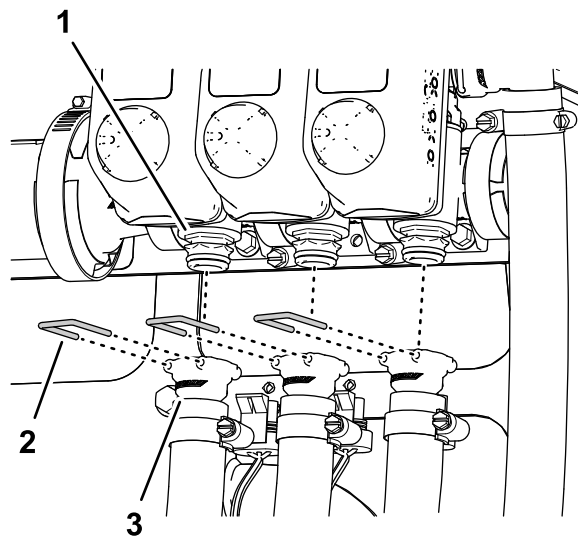

图37
6. 从喷洒段阀快速接头取下固定左、中、右供水软管的卡环图37。
7. 从喷洒段阀的快速接头卸下左、中及右喷洒段供水软管并从机器上取下软管图37。